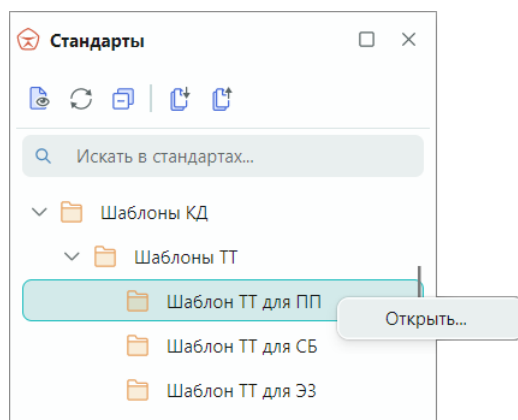

Рис. 105 Вызов редактора шаблонов КД
2. Вызовите контекстное меню и выберите команду «Открыть...» или дважды кликните по выбранному шаблону, см. Рис. 105.